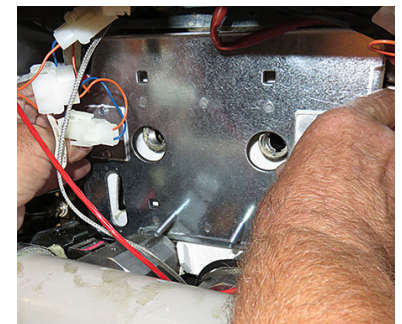

図 41
47. ステップ 45 で、断熱材の上に新しい内側断熱燃焼カバーパネル (図 41 を参照) を挿入します。断熱材に対してしっかりと固定されていることを確認します。軽く元の位置に戻す必要がある場合があります。